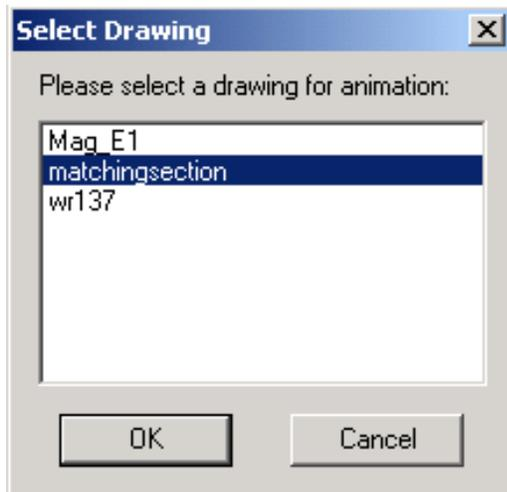

Рис. 8.32. Выбор объекта для мультиплицирования
1. Щелкните правой кнопкой мыши в окне представления, укажите на **View** и затем кликните **Animate**. Появляется окно **Select Drawing** (рис. 8.32).